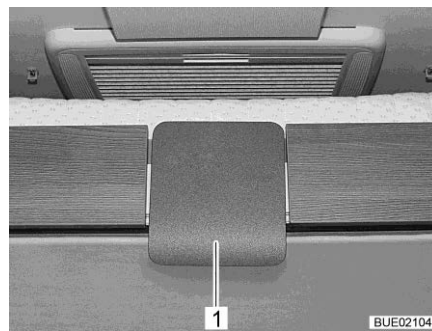

Bild 138 Entriegelungsplatte am Hubbett (Ixeo I)
- Hubbett mit Rastung: Unten an der Entriegelungsplatte (Bild 138,1) ziehen und Hubbett bis zum Anschlag nach unten ziehen.